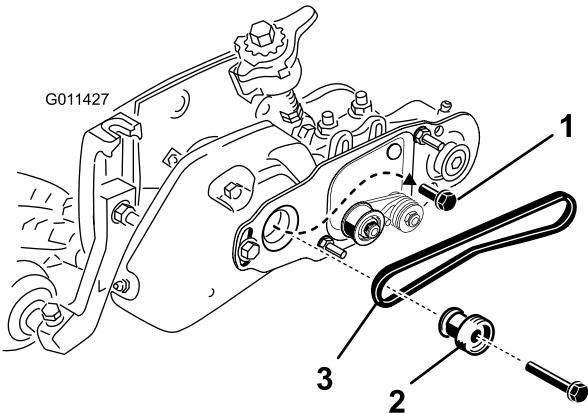

Figura 31
42. Retire o parafuso que fixa a polia do rastelo ao eixo da transmissão (Figura 31).
43. Introduza a polia de transmissão da escova na polia de transmissão do rastelo e no eixo da transmissão (Figura 31). Certifique-se de que as patilhas da polia estão posicionadas na ranhura do eixo da transmissão.
44. Aplique Loctite nas estriadas do perno com cabeça de flange de 3/8 x 2 pol. Fixe a polia da transmissão ao eixo com o perno com cabeça de flange (Figura 31). Aperte o parafuso a 46,1–54,2 Nm.